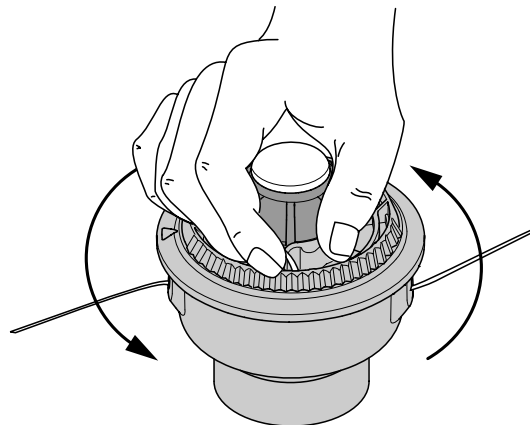

Fig. 24
8. Tenez la bobine extérieure. Rembobinez le moulinet intérieur vers la gauche jusqu'à ce qu'il ne reste plus qu'environ 102 mm (4 po) de fil (Fig. 24).